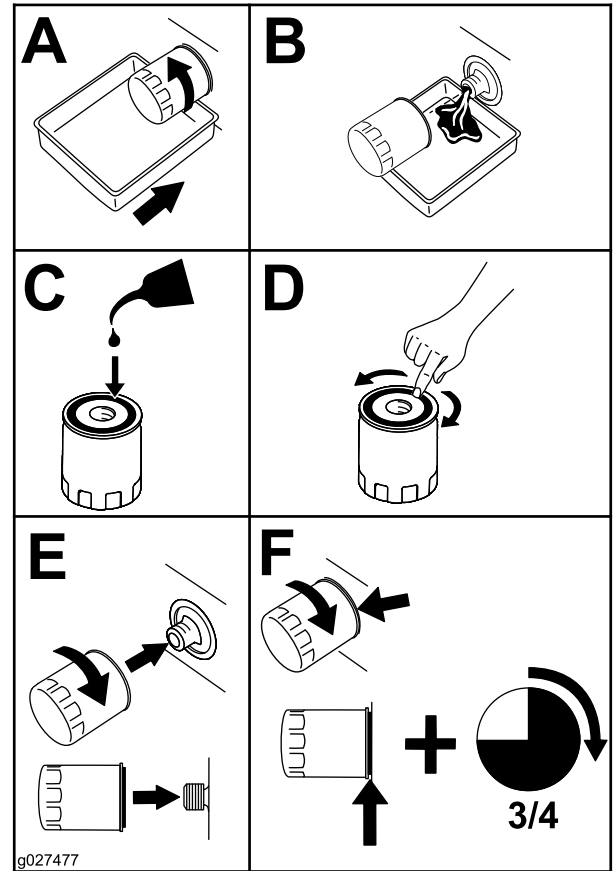

Figura 38
5. Cambiate il filtro dell'olio del motore (Figura 38).